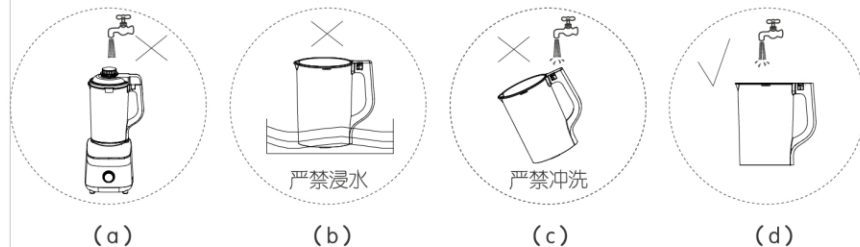

图19
3. 主机、不锈钢搅拌热杯、多功能搅拌杯外部可用湿布擦拭。请勿将主机、不锈钢热杯、多功能搅拌杯放在水或其他液体中冲洗、浸泡或喷淋, 以免器件损坏或产品漏电 (见图 19 (a)、(b)、(c))。
4. 杯体及与食品接触部件用清水进行清洗 (见图 19 (d))。排空杯体和清洗部件时, 请小心操作, 务必注意锋利的刀刃, 以免割伤 (可佩戴保护手套)。